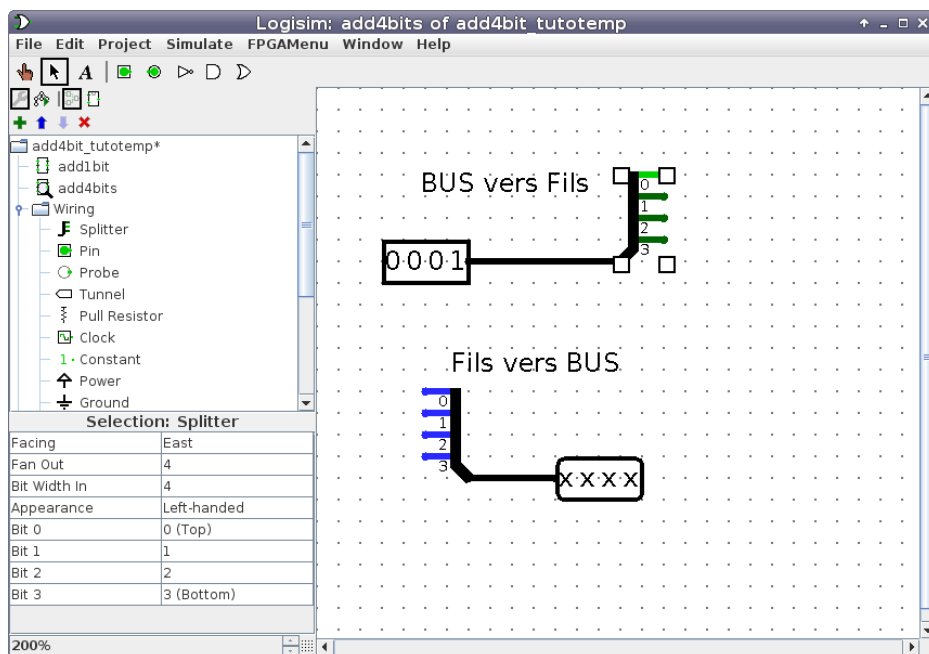

FIGURE 7. Exemples splitters
6. Lorsqu'on tire un fil de l'une de ces entrées, ce n'est plus un simple signal mais un bus de 4 bits. Pour pouvoir connecter les éléments de ce bus aux entrées des additionneurs 1 bits, on va devoir séparer les différents fils du bus afin de pouvoir les traiter un par un. L'élément *splitter* de la bibliothèque "wiring" permet d'effectuer ces conversions dans les deux sens : d'un bus de 4 bits vers 4 fils, et de 4 fils vers un bus de 4 bits voir Figure 7.